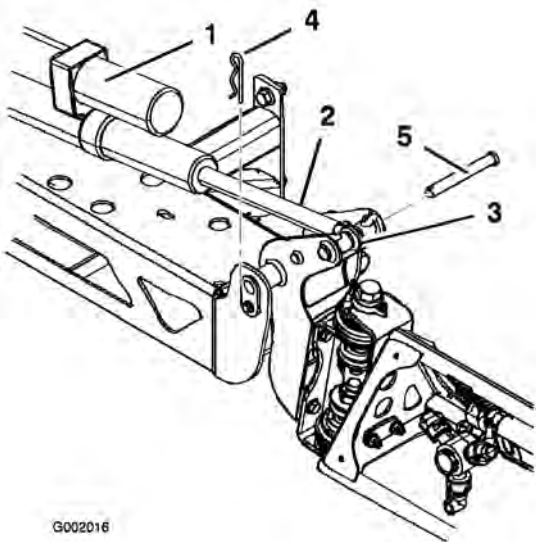

Figura 35
2. Retire o contrapino do pino de articulação (Figura 35).
- Levante a rampa e retire o pino (Figura 35). Faça descer lentamente a rampa até ao solo.
- Levante a rampa para alinhar a articulação com a barra do accionador. Enquanto segura na rampa, insira o pino através tanto da articulação da rampa como da barra do accionador (Figura 35).